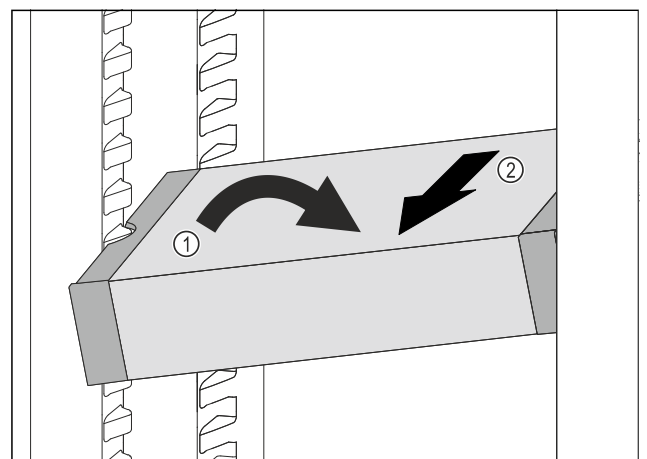

Fig. 143
- ▶ Наклонете VarioSafe в хладилната част. Fig. 143 (1)
- ▶ Извадете VarioSafe напред. Fig. 143 (2)